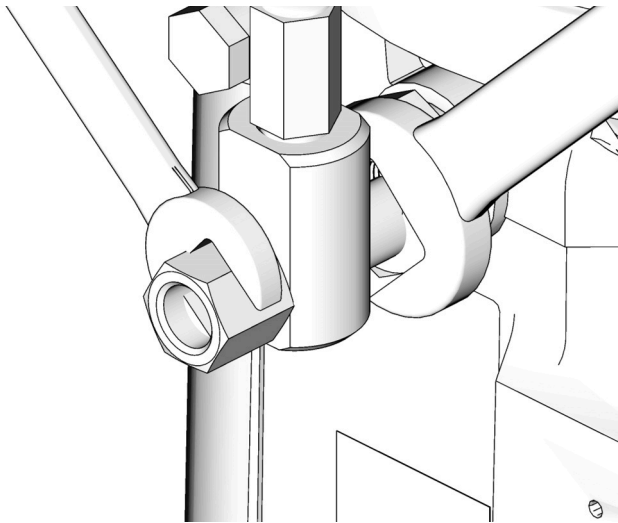

图 10
- 当将任何东西连接到泵元件或辅助管件上时，务必在相反方向上使用两个扳手进行作业。示例可参见图 10。